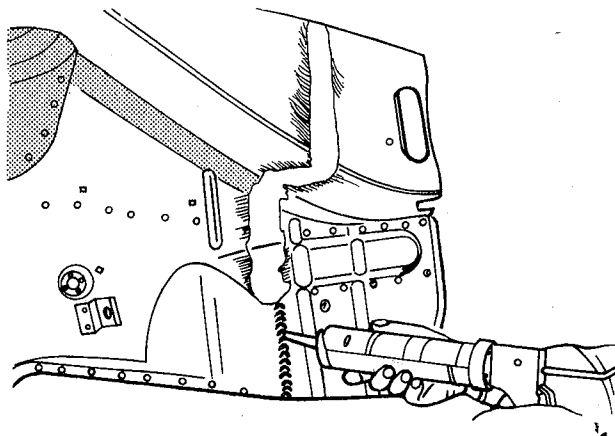

fig. 89
7. Aplicar vedador de flanges dobrados externamente, nas costuras; aplicar proteção contra lascamentos por pedras, no novo painel da saia (fig. 89)